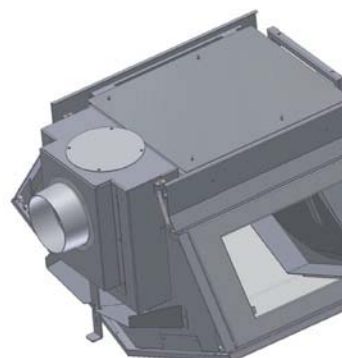

Abb. 4 Rohröffnung und Abdeckplatte auswechselbar
6. Wenn gewünscht schließen Sie ein weiteres Rohr, das mindestens 150 mm Durchmesser haben muss, für die Luftzufuhr an. Benutzen sie dazu den Anschluss an der Rückseite oder Unterseite des Ofens. Siehe Abb. 4. Für die Montage der externen Luftzufuhr auf der Rückseite, siehe den nächsten Paragraphen.